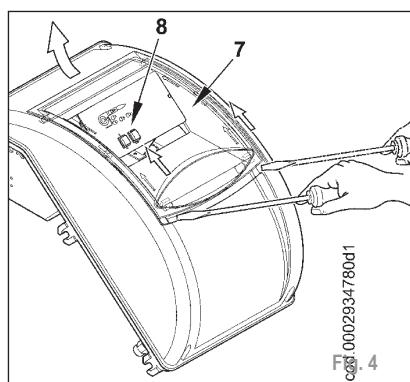

Fig. 4
- Pour refermer le couvercle du tableau électrique, visser les 4 vis (1) selon un couple de serrage de 5 Nm environ afin d'assurer l'étanchéité correcte. Pour accéder au tableau de commande (8), décrocher le volet transparent (7), en exerçant une légère pression à l'aide d'un outil (par exemple un tournevis) selon le sens des flèches de la figure 4, le faire coulisser pour une courte section, ensuite le détacher du couvercle.